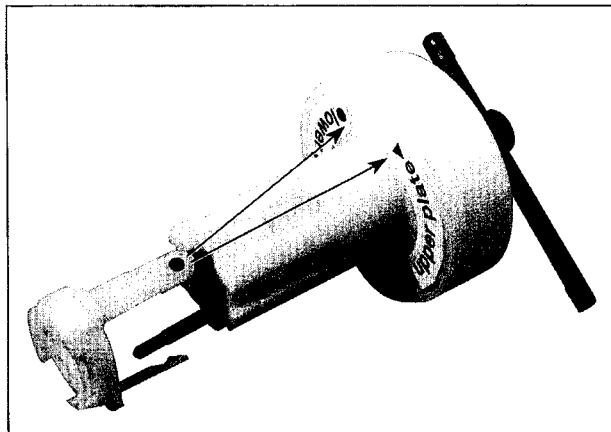

Abb. M3
- Referenzelement des Abziehwerkzeugs auf das Symbol ▽ ausrichten (Abb. M3) und oberes Klemmelement der Kopfscheibe entfernen (kurze Stifte).
- Zum Entfernen des unteren Klemmelements der Kopfscheibe (lange Stifte; siehe Abb. M3) das Referenzelement des Abziehwerkzeugs auf das Symbol O ausrichten. Hebel des Abziehwerkzeugs in Position "CLOSE"-bringen. Abziehwerkzeug durch die 3 Bohrungen auf das untere Klemmelement der Kopfscheibe aufsetzen, wobei die 3 Stifte gut in das Klemmelement eingreifen müssen. Klemmelement durch Drehen des Hebels um 90° lösen und die Kopfscheibe abziehen.